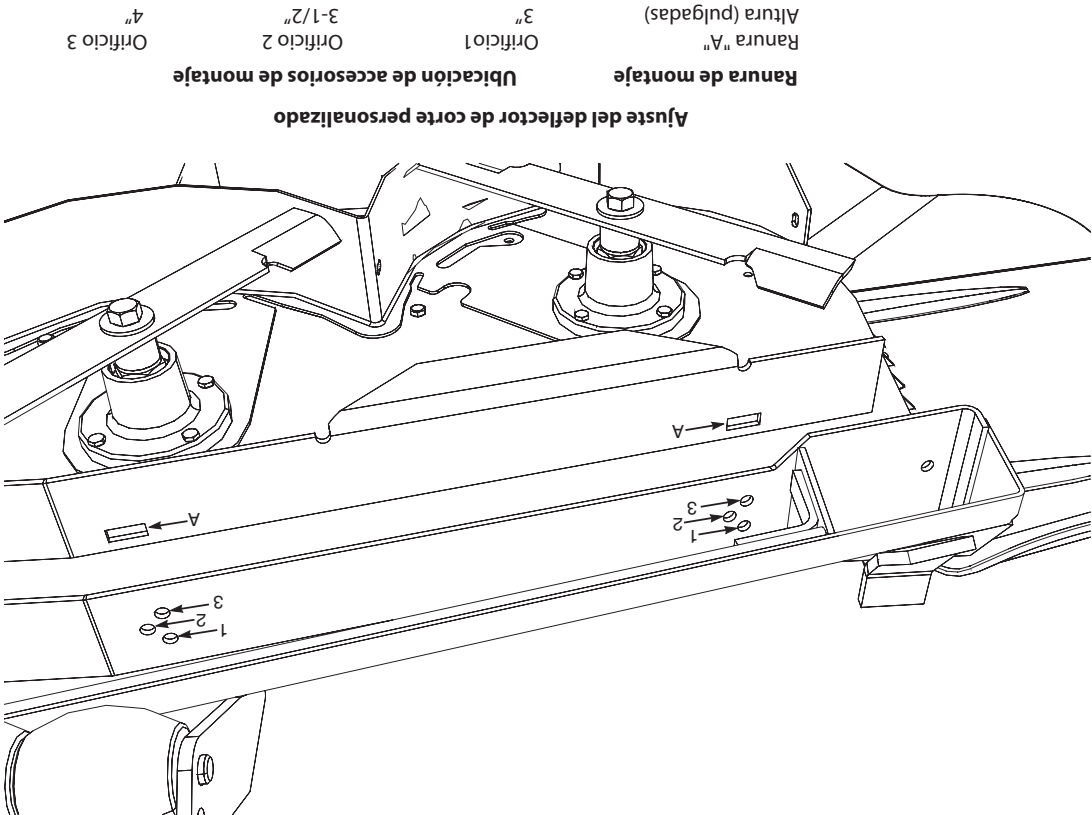

Figura 6-9. Ajuste del deflector de corte personalizado de 3 posiciones
A. Posición 3" - (Vea la Figura 6-9). El deflector se instala usando el conjunto superior de agujeros en el deflector frontal soldado dentro de la plataforma de corte. En esta posición la plataforma de corte Velocity-Plus entregará la mejor calidad de corte en césped muy alto, tieso y difícil de cortar.
B. Posición 3-1/2" - (Vea la Figura 6-9). El deflector se instala usando el conjunto intermedio de agujeros en el deflector frontal soldado dentro de la plataforma de corte. Se puede usar para cortes de propósito general. Colocar el deflector de corte personalizado en la posición 3-1/2" le da una adecuada combinación de desempeño de corte en todos los tipos de césped.
2. Quite los accesorios que aseguran el deflector de corte personalizado a la plataforma de corte. Vea la Figura 6-9.